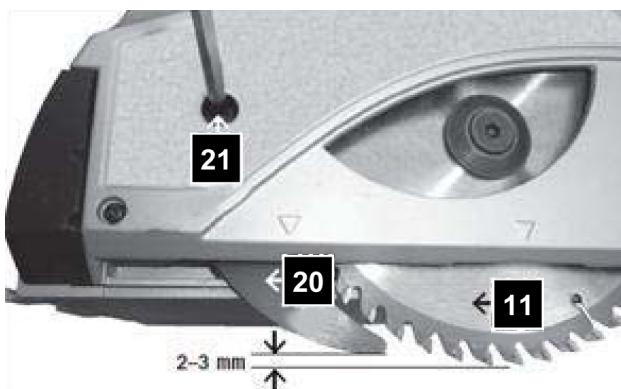

Рис. 8
При заглублении пильного диска (поз. 11, Рис. 8) расклиниватель (поз. 20, Рис. 8) заглубляется вместе с ним. При максимальном заглублении пильного диска край расклинивателя должен не доходить до края диска 2-3 мм (Рис. 8).
- ослабить винт крепления расклинивателя (поз. 21, Рис. 8)
- зафиксировать расклиниватель винтом (поз. 21, Рис. 8)